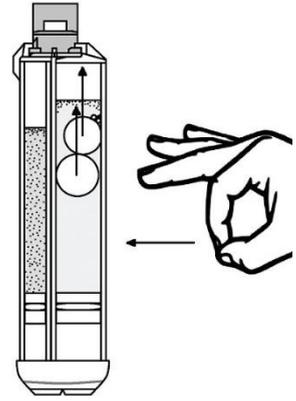

Fig. 1
1. Retirez la seringue avec la colle, le piston et les embouts applicateurs de l'emballage. Tout en gardant l'extrémité de la seringue pointée vers le haut, tapotez plusieurs fois les chambres de la seringue pour faire remonter les éventuelles bulles d'air des solutions vers le haut de la seringue (fig.1).